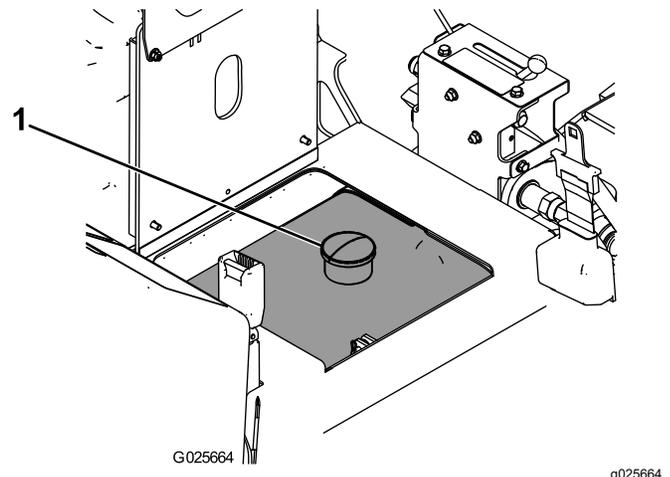

Figure 13
3. Enlevez le bouchon du réservoir de carburant (Figure 13).